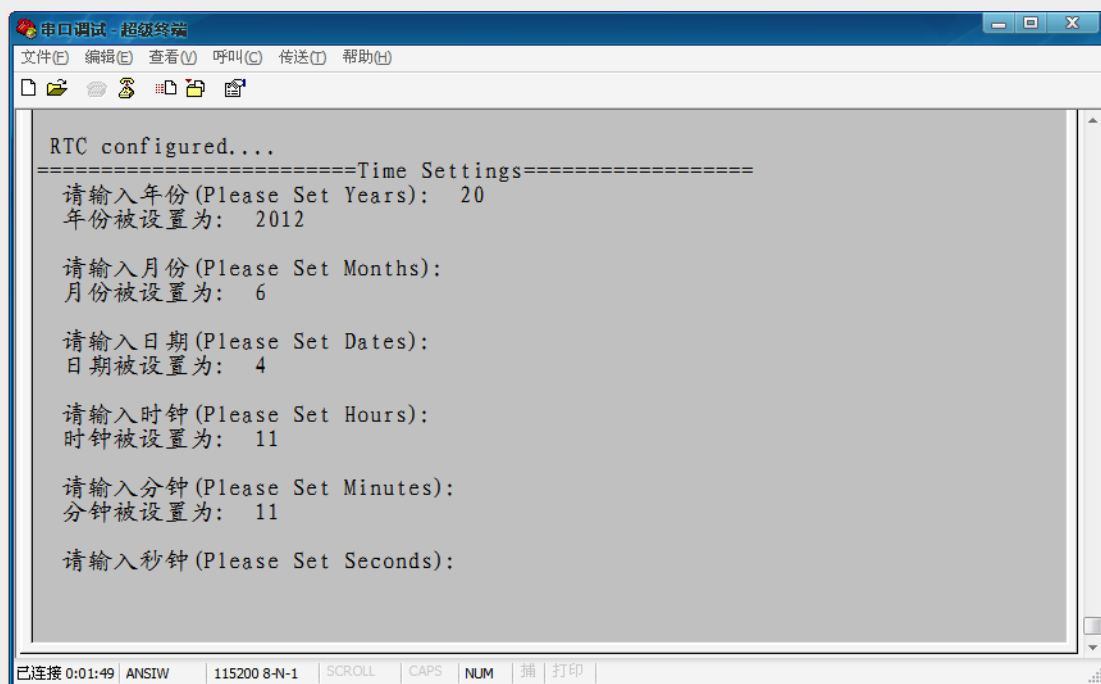

图 16-2 用户输入时间配置
(2) 如果 RTC 从未被配置或配置已经失效(备份域寄存器写入数值不等于 `0XA5A5`)这两种情况有任何一种发生的话，则调用用户函数 `RTC_Configuration()` 来初始化 RTC，配置 RTC 外设的控制参数，时钟分频等，并往电脑的超级终端打印出相应的调试信息。初始化好 RTC 之后，调用函数用户函数 `Time_Adjust()` 让用户键入（通过超级终端输入）时间值，本实验使用的为北京时间。见图 16-2: